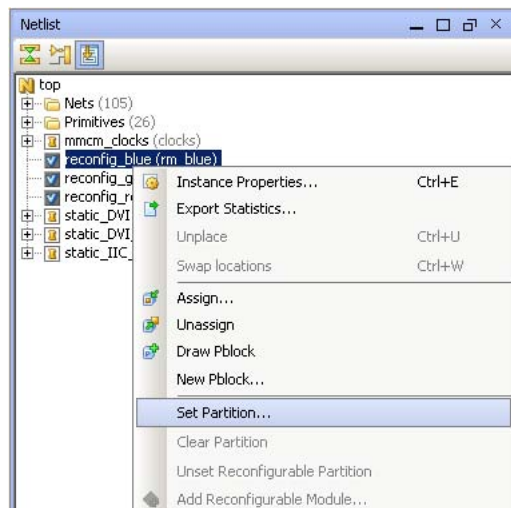

図 4-6：パーティションをリコンフィギャブルとして設定
1. 図 4-6 に示すように [Set Partition] をクリックします。